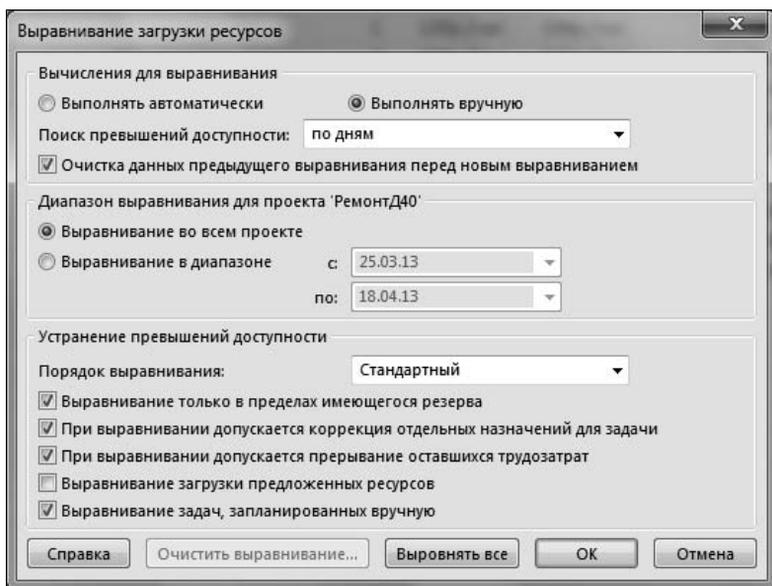
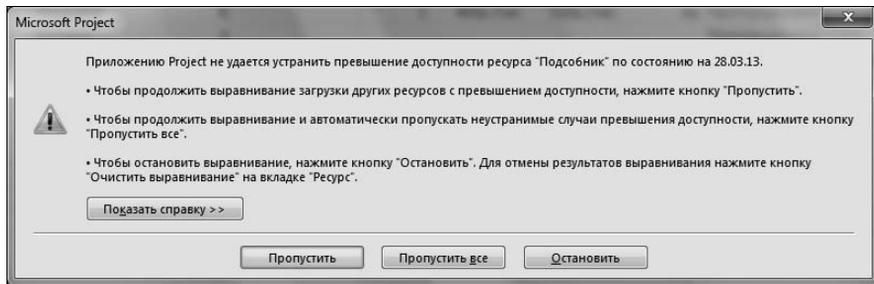

Рис. 7.2.1. Окно управления режимами автоматического выравнивания потребности в ресурсах
Рис. 7.2.2. Пример окна с сообщением о ресурсном конфликте при автоматическом выравнивании ресурсов
2. Выбрать вкладку ленты меню **Ресурс** и в области **Выравнивание** щелкнуть левой кнопкой мыши по кнопке **Параметры выравнивания**. Открываемое при этом окно показано на рис. 7.2.1.
Для закрытия показанного на рис. 7.2.1 окна с сохранением сделанных изменений следует нажать кнопку **ОК**, а для отказа от них — кнопку **Отмена**.
- Для того чтобы выполнить выравнивание загрузки всех ресурсов, следует выбрать вкладку ленты меню **Ресурс** и в области **Выравнивание** щелкнуть левой кнопкой мыши по кнопке **Выровнять все**. Это можно сделать и не закрывая показанного на рис. 7.2.1 окна щелчком по кнопке **Выровнять все**. После начала автоматического выравнивания загрузки ресурсов Project может выдавать сообщения о проблемах, которые ему не удастся решить. Пример такого сообщения показан на рис. 7.2.2.
- Из содержания показанного на рис. 7.2.2 окна следует, что автоматически устранить перегрузку ресурса **Подсобник** оказалось невозможным. Для того чтобы исключить вывод таких сообщений и завершить процедуру выравнивания, следует щелкнуть по кнопке **Пропустить все** (именно это рекомендуется сделать читателю сейчас), а для того чтобы прервать расчет — по кнопке **Остановить**. Нажатие кнопки **Показать справку** приведет к выводу относительно подробного разъяснения причины ресурсного конфликта.
Например, полезно снять упомянутый флажок **Выравнивание только в пределах имеющегося резерва**. Для этого следует предварительно выбрать вкладку ленты меню **Ресурс** и в области **Выравнивание** щелкнуть левой кнопкой мыши по кнопке **Параметры выравнивания**. После этого окно (аналогичное показанному на рис. 7.2.1) можно закрыть щелчком левой кнопки мыши по кнопке **ОК**. Затем читателю предоставляется вновь выполнить автоматическое выравнивание загрузки ресурсов проекта РемонтД41.mpr, как это показано в п. 3 алгоритма 7.2.1.